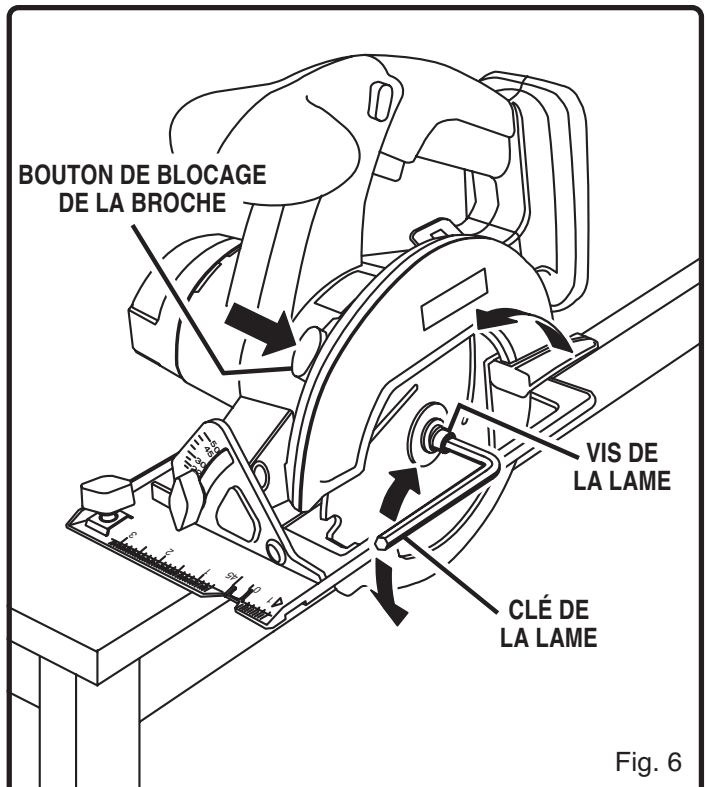

Fig. 6
- Positionnez votre scie comme l'illustre la figure 6, appuyez sur le bouton de blocage de la broche et retirez la vis de la lame.